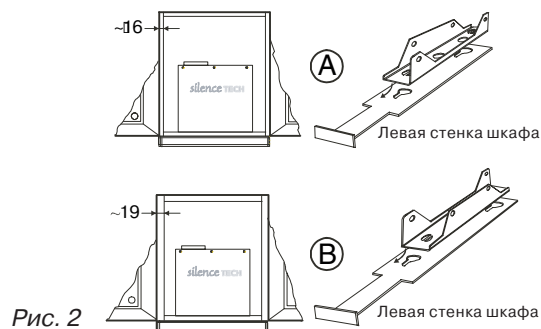

Рис. 2
- 3 Установите держатели, как показано на рис. 2, на монтажный шаблон. На рис. изображена левая сторона шкафа. Рис. А для толщины стенки 16 мм, а рис. В - для 19 мм.